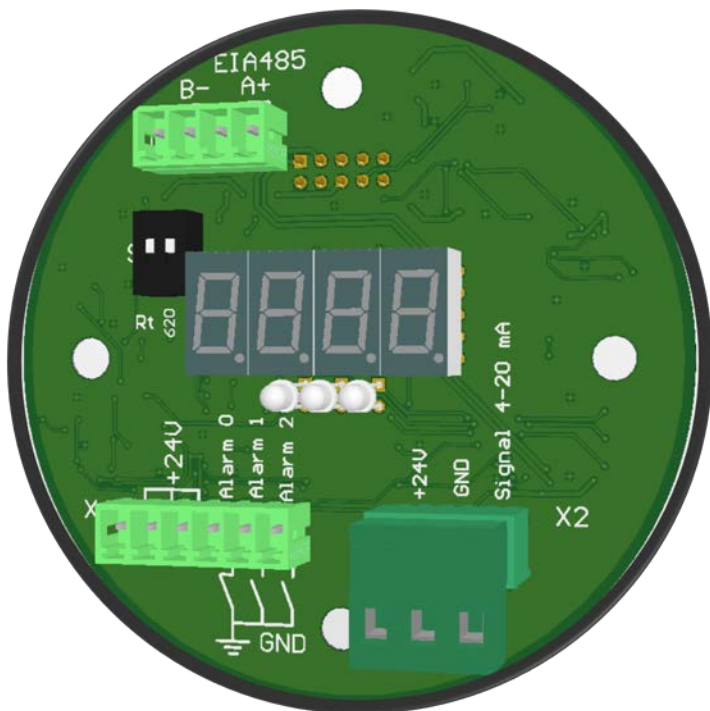

Рисунок 2. Плата индикации и коммутации
- Пропустить конец кабеля с зачищенными проводами через кабельный ввод и закрепить провода в разъемных клеммных колодках на печатной плате в строгом соответствии с маркировкой контактов, указанной на плате (см. рис. 2).